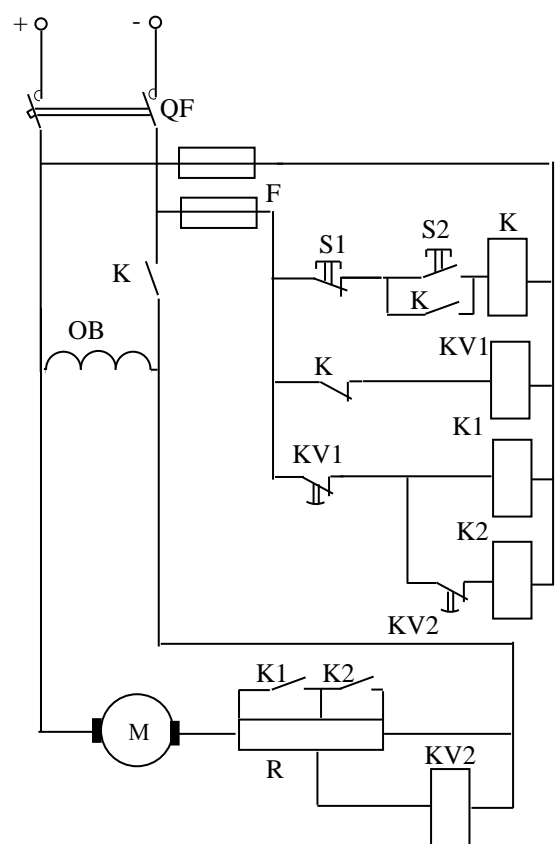

Рисунок 3.19
4) рисунок 3.19 – схема управления двигателем постоянного тока параллельного возбуждения с пуском в функции времени [5, с.507] .